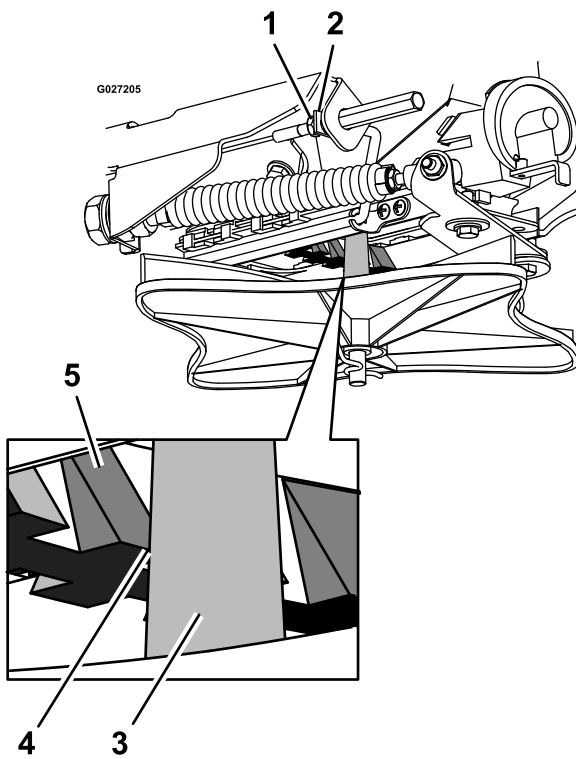

Figure 99
5. Desserrez l'écrou de blocage au bout du câble de commande d'épandage (Figure 99).
6. Tirez sur la tige de liaison jusqu'à obtention d'un écart de 3,2 mm (1/8 po) entre la dent de rampe et l'arbre de turbine (Figure 99).
7. Resserrez l'écrou de blocage (Figure 99).